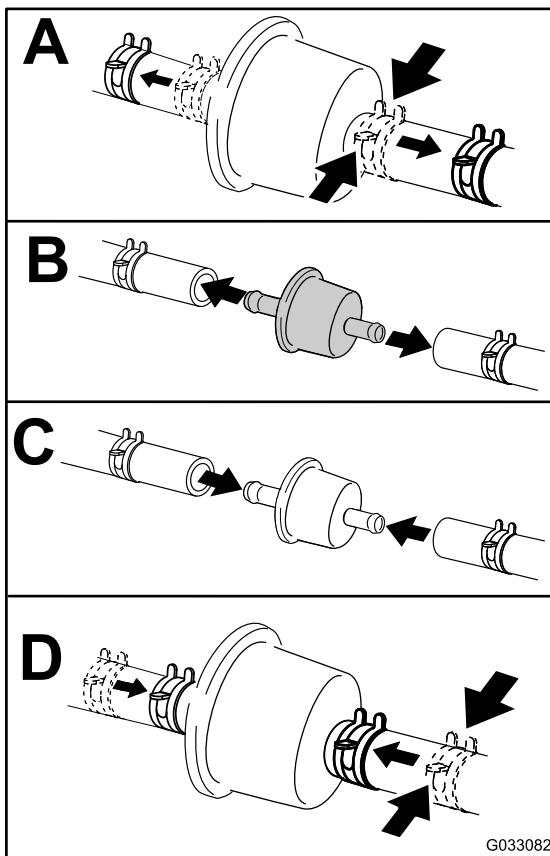

Figura 46
3. Substitua o filtro (Figura 46).